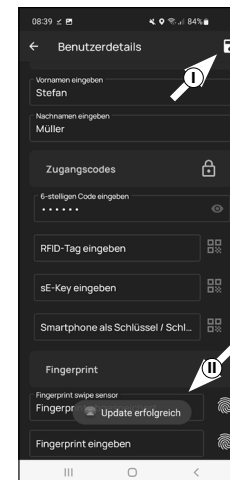

Fig. 17
- 7 Por último, pulse Guardar en la parte superior derecha (I) (Fig. 17). Aparecerá un recuadro informativo indicando «Se necesita actualización», que deberá confirmar (II) (Fig. 17).